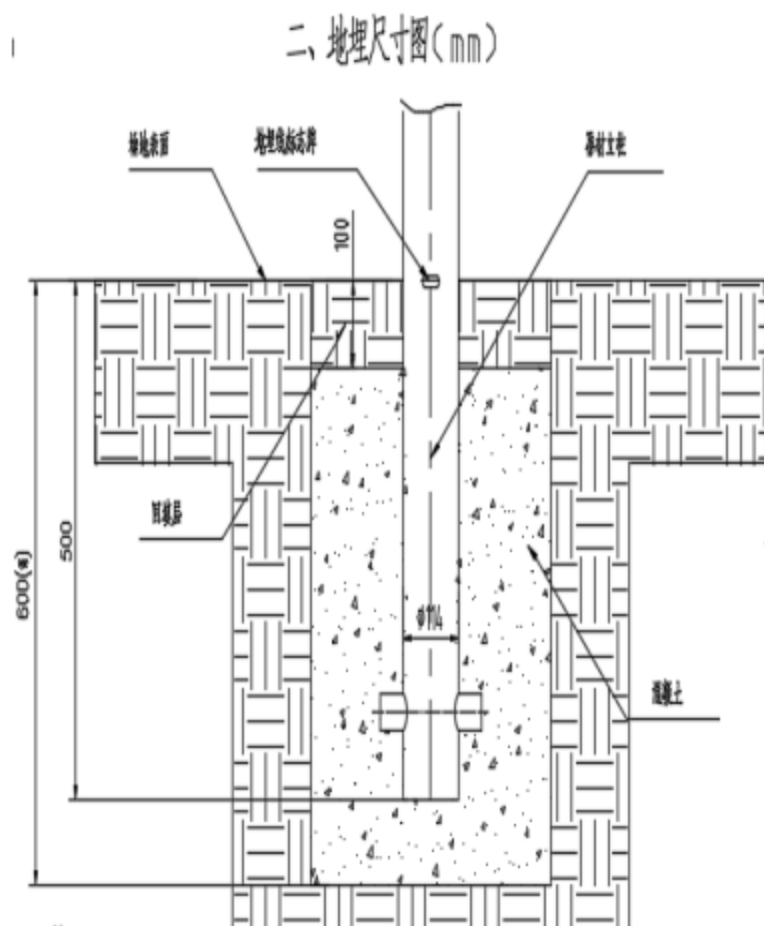

图5
6) 养护7天以后，将器材按下图进行安装（如图5），向混凝土基坑中回填场